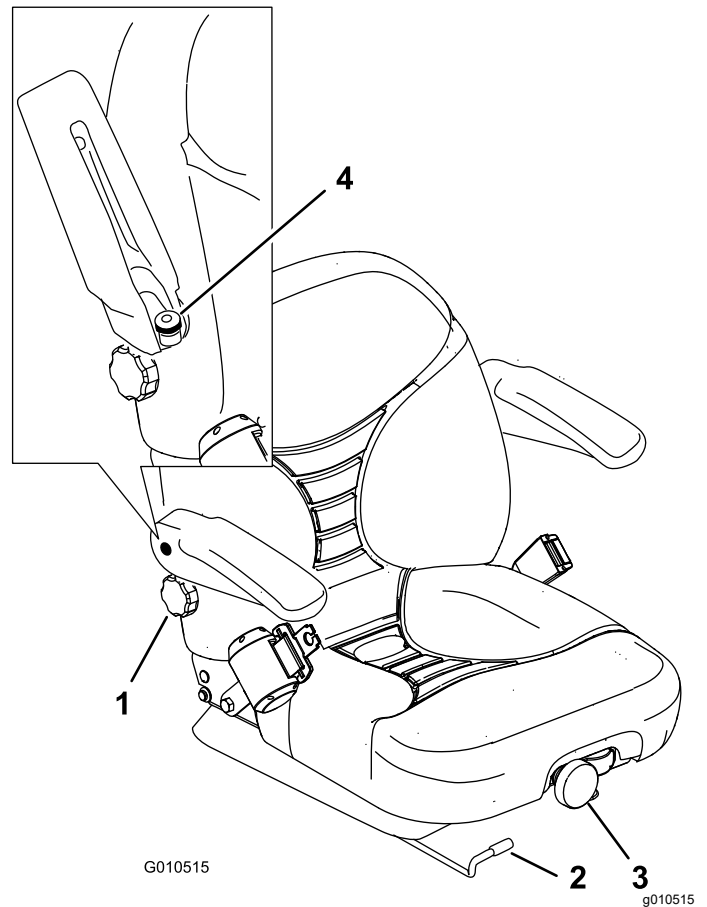

Figura 33
1. Mueva la palanca lateralmente para desbloquear el asiento (Figura 33).
Para ajustar el asiento, gire el pomo delantero en cualquier sentido hasta que encuentre la posición más cómoda (Figura 33).
Para ajustar el respaldo del asiento, gire el pomo situado debajo del reposabrazos derecho en cualquier sentido hasta que encuentre la posición más cómoda (Figura 33).
Levante el reposabrazos y gire el pomo en cualquier sentido hasta que encuentre la posición más cómoda (Figura 33).